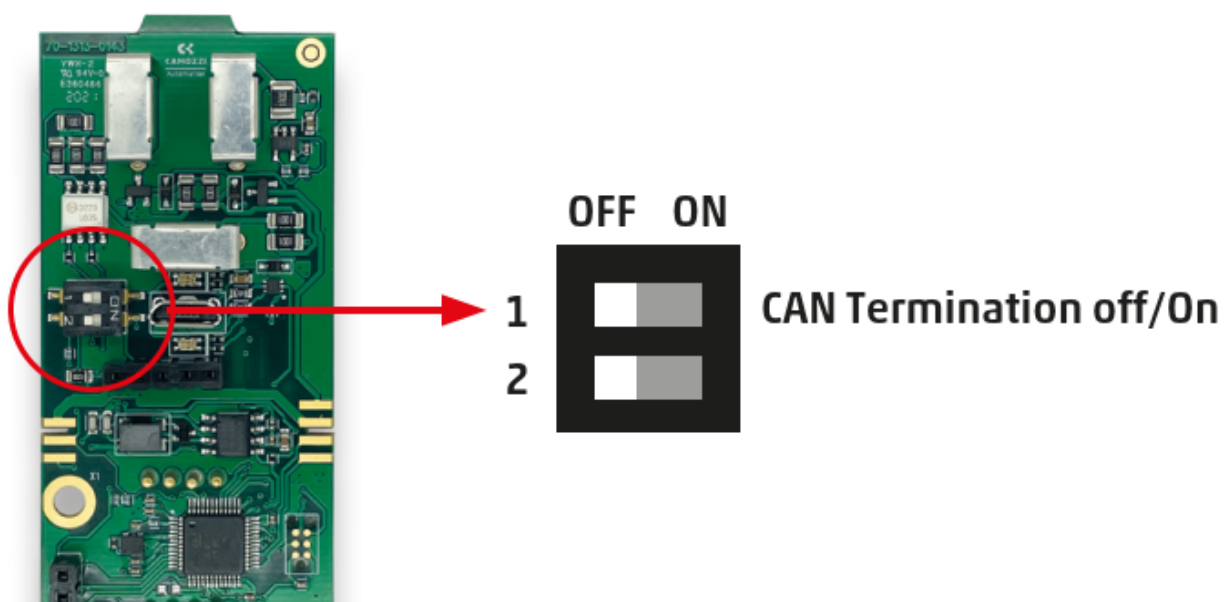

Figura 5.1: Interruttore per abilitare la resistenza di terminazione CANopen
Nel caso in cui il dispositivo sia l'ultimo nodo della rete è necessario abilitare la resistenza di terminazione della linea di comunicazione tramite l'apposito interruttore presente sul modulo testa sotto il coperchio in plastica (vedi figura 5.1).
- Terminazione rete: i nodi agli estremi della rete devono aver abilitata la resistenza di terminazione (vedi figura 5.1), nell'esempio del posizionario a doppio effetto la rete è composta da solo due nodi dunque deve essere abilitata su entrambi.